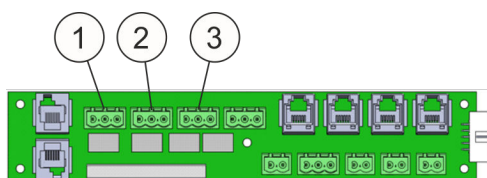

Abb. 66: Anschlussklemmen
- Anschlussklemme für Relaisausgang „Voralarm“ (Abb. 66/1)
- Anschlussklemme für Relaisausgang „Feueralarm“ (Abb. 66/2)
- Anschlussklemme für Relaisausgang „Löschen“ (Abb. 66/3)